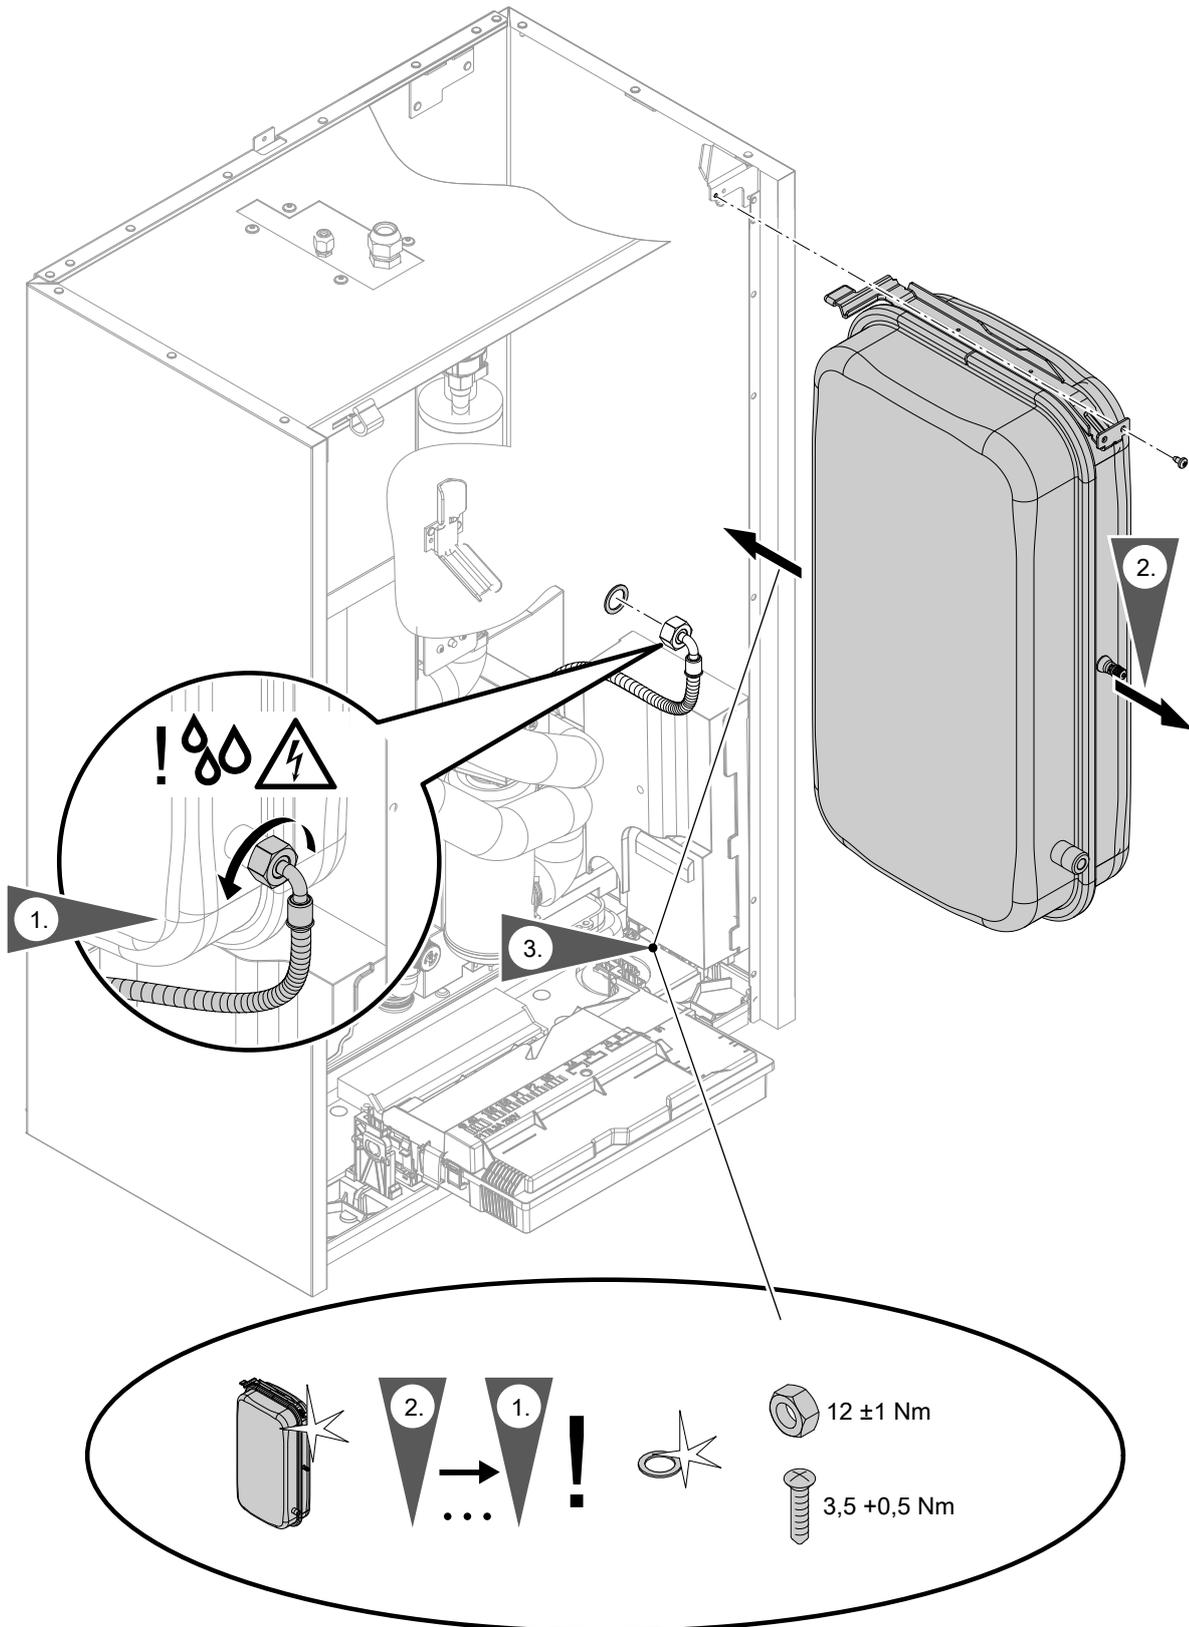
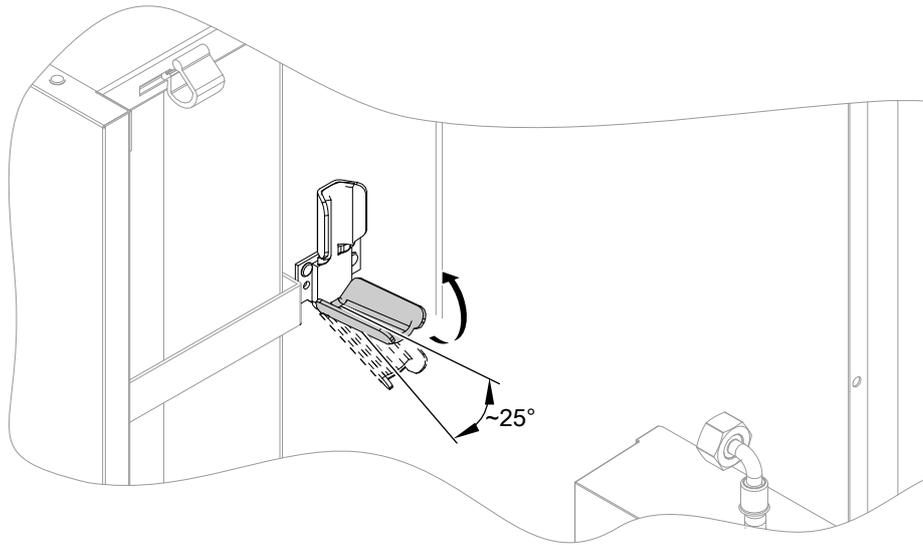

Abb. 85
Abb. 86
- Ausdehnungsgefäß (nicht bei Typ ...NEV): Siehe Abb. 85 und ggf. Abb. 86.